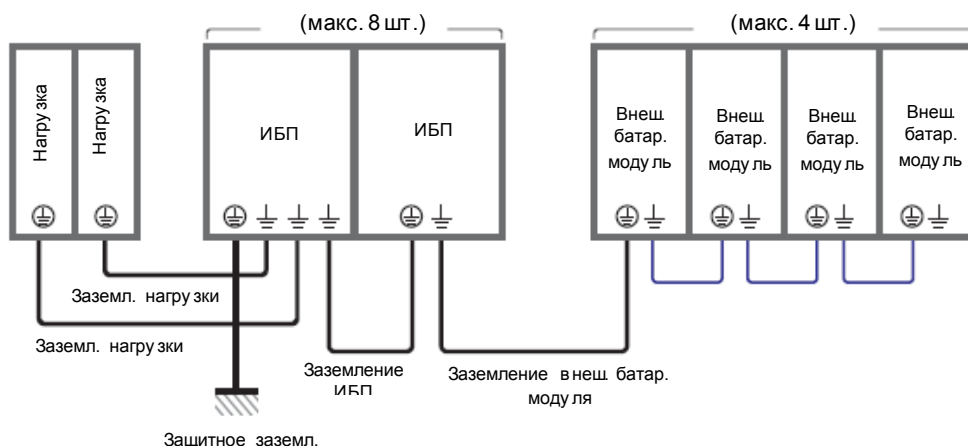

Рисунок 5-26: Схема заземления, параллельные устройства
- См. **Рисунок 5-26** для заземления параллельных ИБП, внешнего батарейного модуля (модулей) и важных нагрузок.
- 5 См. **Рисунок 5-26** для заземления параллельных ИБП, внешнего батарейного модуля (модулей) и важных нагрузок.